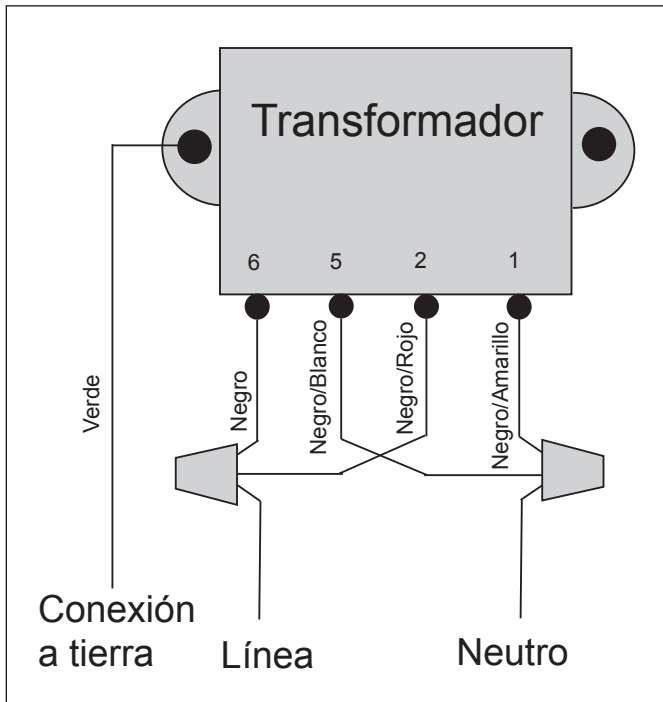

Figura 4. Cableado modificado para funcionar a 110 voltios
2. Conecte los cables rojo/negro con el cable negro y conéctelo al lado de la línea de la alimentación eléctrica. Véase Figura 4.
3. Conecte el cable blanco/negro con el cable amarillo/negro y conéctelo al lado neutro de la alimentación eléctrica. Véase Figura 4.